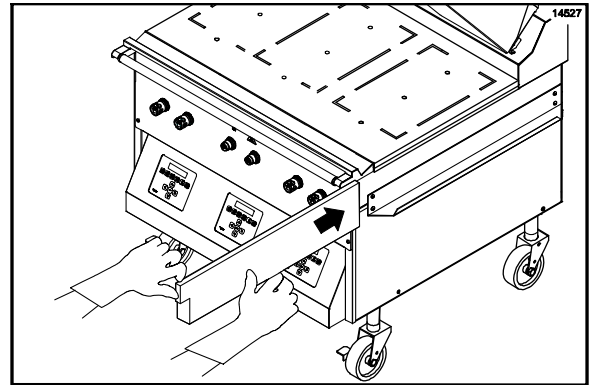

Figure 114
47. Réinstaller les tiroirs de récupération de la graisse (Cf. Figure 114).